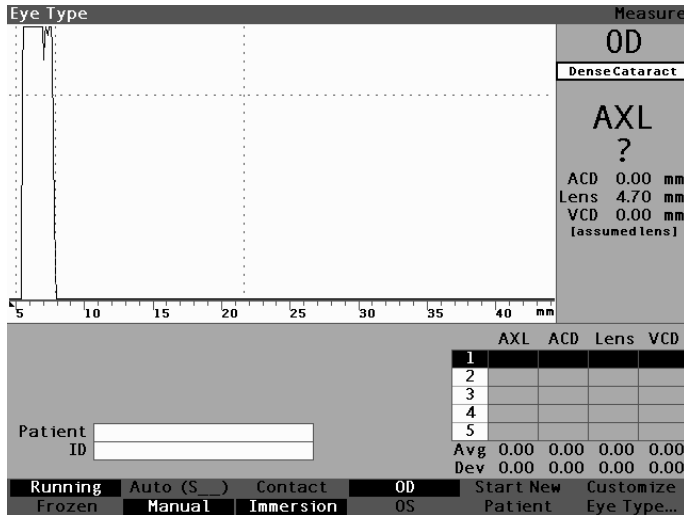

Figura 6-4 Tipo de ojo modificado
- En el campo de tipo de ojo, gire el control giratorio para desplazarse por la lista de tipos de ojo. Seleccione el tipo de ojo apropiado. Presione el control giratorio o el botón \checkmark para guardar el nuevo tipo de ojo, como se muestra en la Figura 6-4.